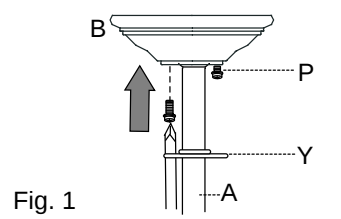

Fig. 1
1. Localice los dos tornillos para montaje de la cubierta (P) en la parte inferior del soporte de montaje (C) y quite el tornillo para montaje de la cubierta (P) que está localizado más cerca del extremo abierto del soporte de montaje (C). Afloje parcialmente el otro tornillo para montaje de la cubierta (P). Eleve la cubierta (B) hasta el soporte de montaje (C). Ponga la parte redondeada del agujero con ranura en la cubierta (B) encima del tornillo para montaje de la cubierta (P) aflojado en el soporte de montaje (C) y empuje hacia arriba. Gire la cubierta (B) para cerrarla. Vuelva a introducir el tornillo para montaje de la cubierta (P) que se quitó, y luego apriete bien ambos tornillos para montaje de la cubierta (P). Suba la decoración para la cubierta (Y) hasta la cubierta (B), alineando la parte redondeada de los agujeros con ranura en la parte inferior de la decoración para la cubierta (Y) con las cabezas de tornillo en el fondo de la cubierta (B). Gire la decoración para la cubierta (Y) a la derecha (en el sentido de las agujas del reloj) hasta que ya no gire. [Fig. 1]